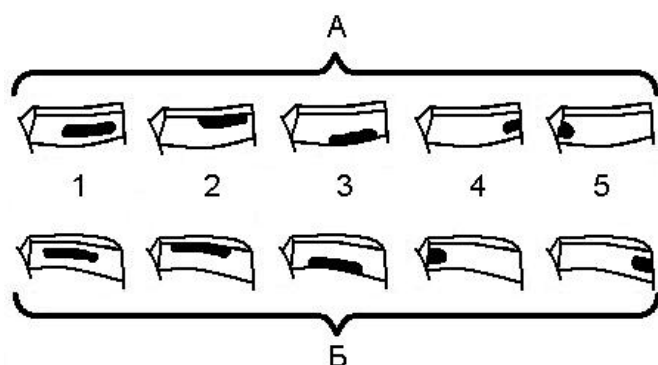

Рис. 3-14. Расположение пятна контакта в зацеплении шестерен главной передачи:
При правильной регулировке зацепления шестерен пятно контакта должно быть расположено в месте, как показано на рис. 3-14.
Из-за неточности изготовления шестерен пятно контакта на разных зубьях может располагаться в разных местах. Поэтому необходимо выставить шестерни так, чтобы расположение пятна контакта на всех зубьях приближалось к положению, указанному на рис. 3-14.
Рис. 3-14а.
Рис. 3-14б.
- смажьте рабочую поверхность нового сальника смазкой Литол-24 и запресуйте его оправкой в картер редуктора на глубину 1,0 мм (рис. 3-14а).